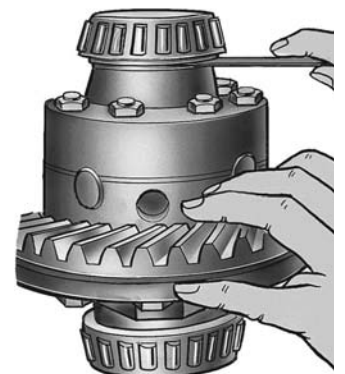

Рис. 4. Виміри зазорів при регулюванні підшипників диференціала
3. Знов відверніть болти, обережно зніміть кришку, вийміть з картера диференціал і шупом заміряйте зазори А і А₁ (рис. 4 і 5) між торцями внутрішніх кілець підшипників і коробки сателітів.